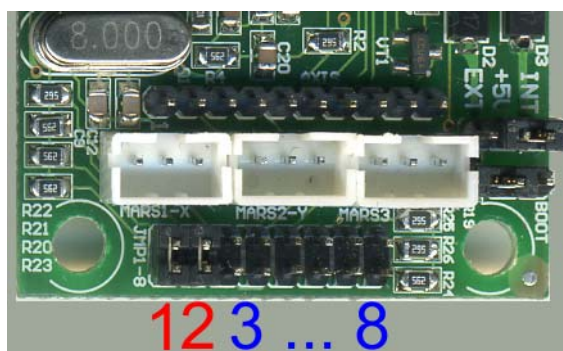

Рис. 2.10.
8. Установите джамперы управления осями в положения, соответствующие типам датчиков осей (рис. 2.10) .